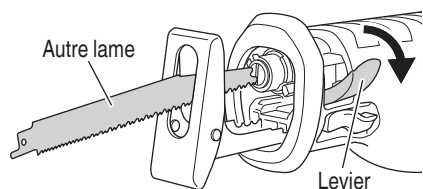

Fig. 5
- (1) Si la section cassée de la lame sort de la petite fente du plongeur, tirer sur la section cassée pour sortir la lame.
- (2) Si la section cassée de la lame est dissimulée à l'intérieur de la petite fente du plongeur, accrocher la lame à l'aide de l'extrémité d'une autre lame et la sortir. (Fig. 5)